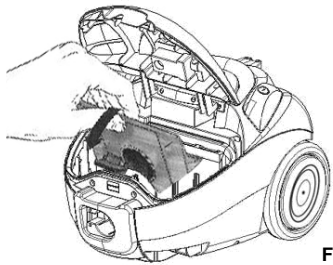

Fig. 7
- Incline la bolsa hacia delante como se indica en la Fig. 7.